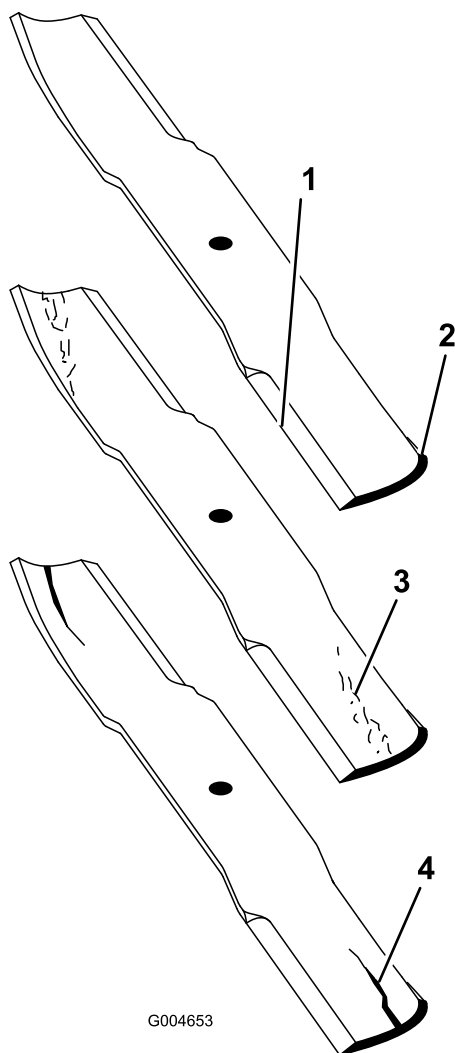

Figura 71
1. Inspeccione los filos de corte (Figura 71). Si los bordes no están afilados o tienen muescas, retire las cuchillas y afílelas. Consulte Afilado de las cuchillas.
2. Inspeccione las cuchillas, especialmente la parte curva (Figura 71). Si observa daños, desgaste o la formación de una ranura en esta zona (Figura 71), instale inmediatamente una cuchilla nueva.